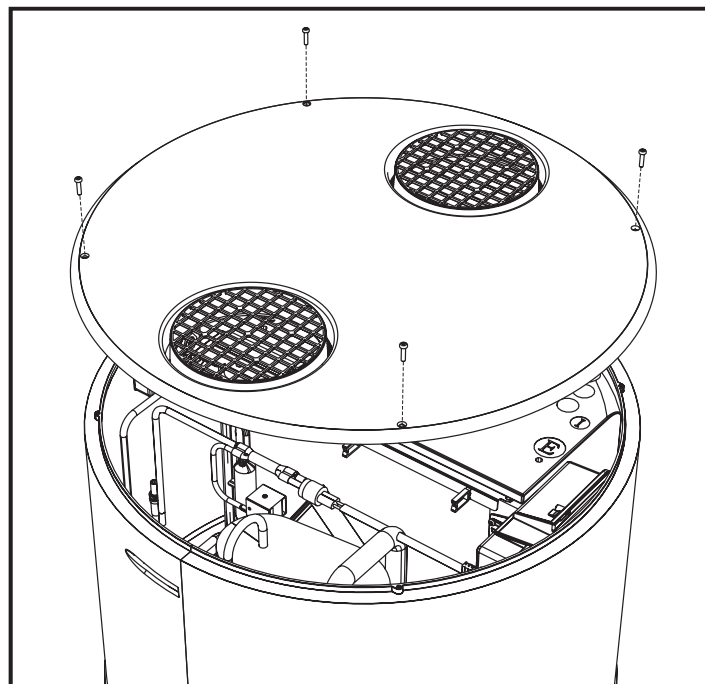

fig. 45 - Rimozione copertura superiore
- Rimuovere la copertura superiore svitando prima le apposite viti di bloccaggio (fig. 45).